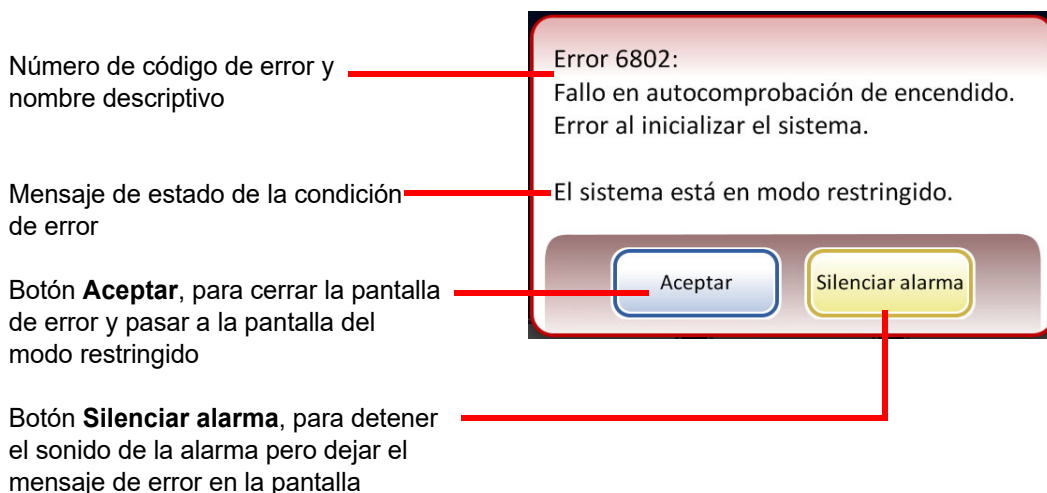

Figure 9-1 El sistema ha detectado un error
- Mostrar el mensaje de error y emitir una alarma acústica, si está activada (consulte la figure 9-1). El sistema intenta la recuperación (durante un minuto como máximo).